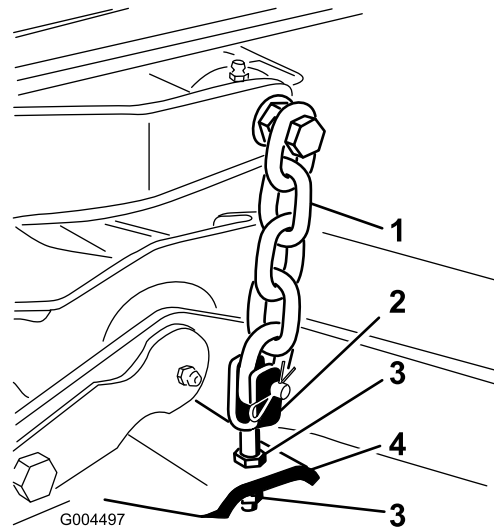

Figura 24
8. Ajuste as porcas de segurança que prendem as forquilha/correntes do cortador ao cortador até que o cortador fique nivelado (Figura 24).
7. Ajuste as porcas de segurança que prendem as forquilhas/correntes do cortador para elevar a traseira do cortador de forma a que a inclinação da lâmina fique definida para 8 mm (Figura 24).